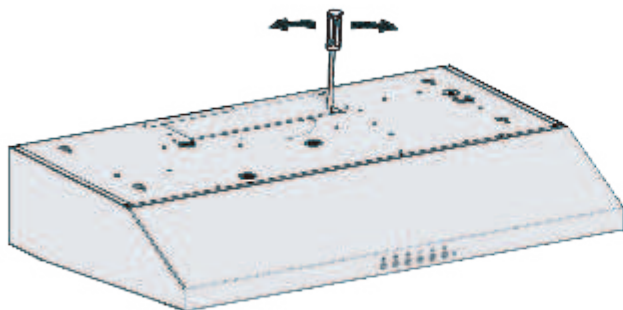

Figure 8
- Pour une évacuation rectangulaire vers le haut (verticale), il suffit d'installer le registre rectangulaire fourni (voir les figures 8, 9 et 10) en utilisant vis 4×8 mm.